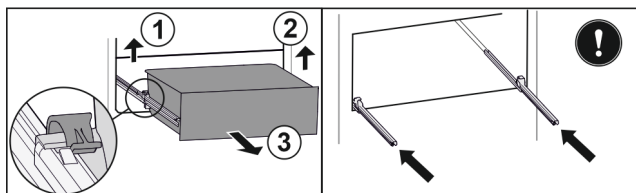

Fig. 117
- ▶ Levante la brida izquierda y, simultáneamente, tire de la parte izquierda del cajón hacia delante. Fig. 117 (1)
- ▶ Levante la brida derecha y, simultáneamente, tire de la parte derecha del cajón hacia delante. Fig. 117 (2)
- ▶ Extraiga el cajón hacia delante. Fig. 117 (3)